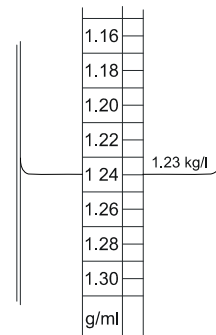

Рис. 5-8. Измерение удельной плотности электролита
- Снимите показания, как указано в Рис. 5-8.